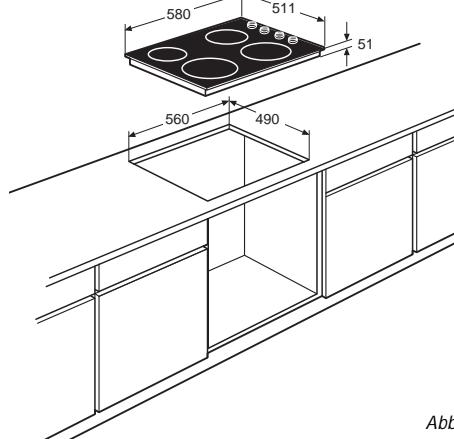

Abb. 6
- Die Sägemaße (560 x 490 mm) auf die Arbeitsplatte übertragen (siehe Abb. 6).